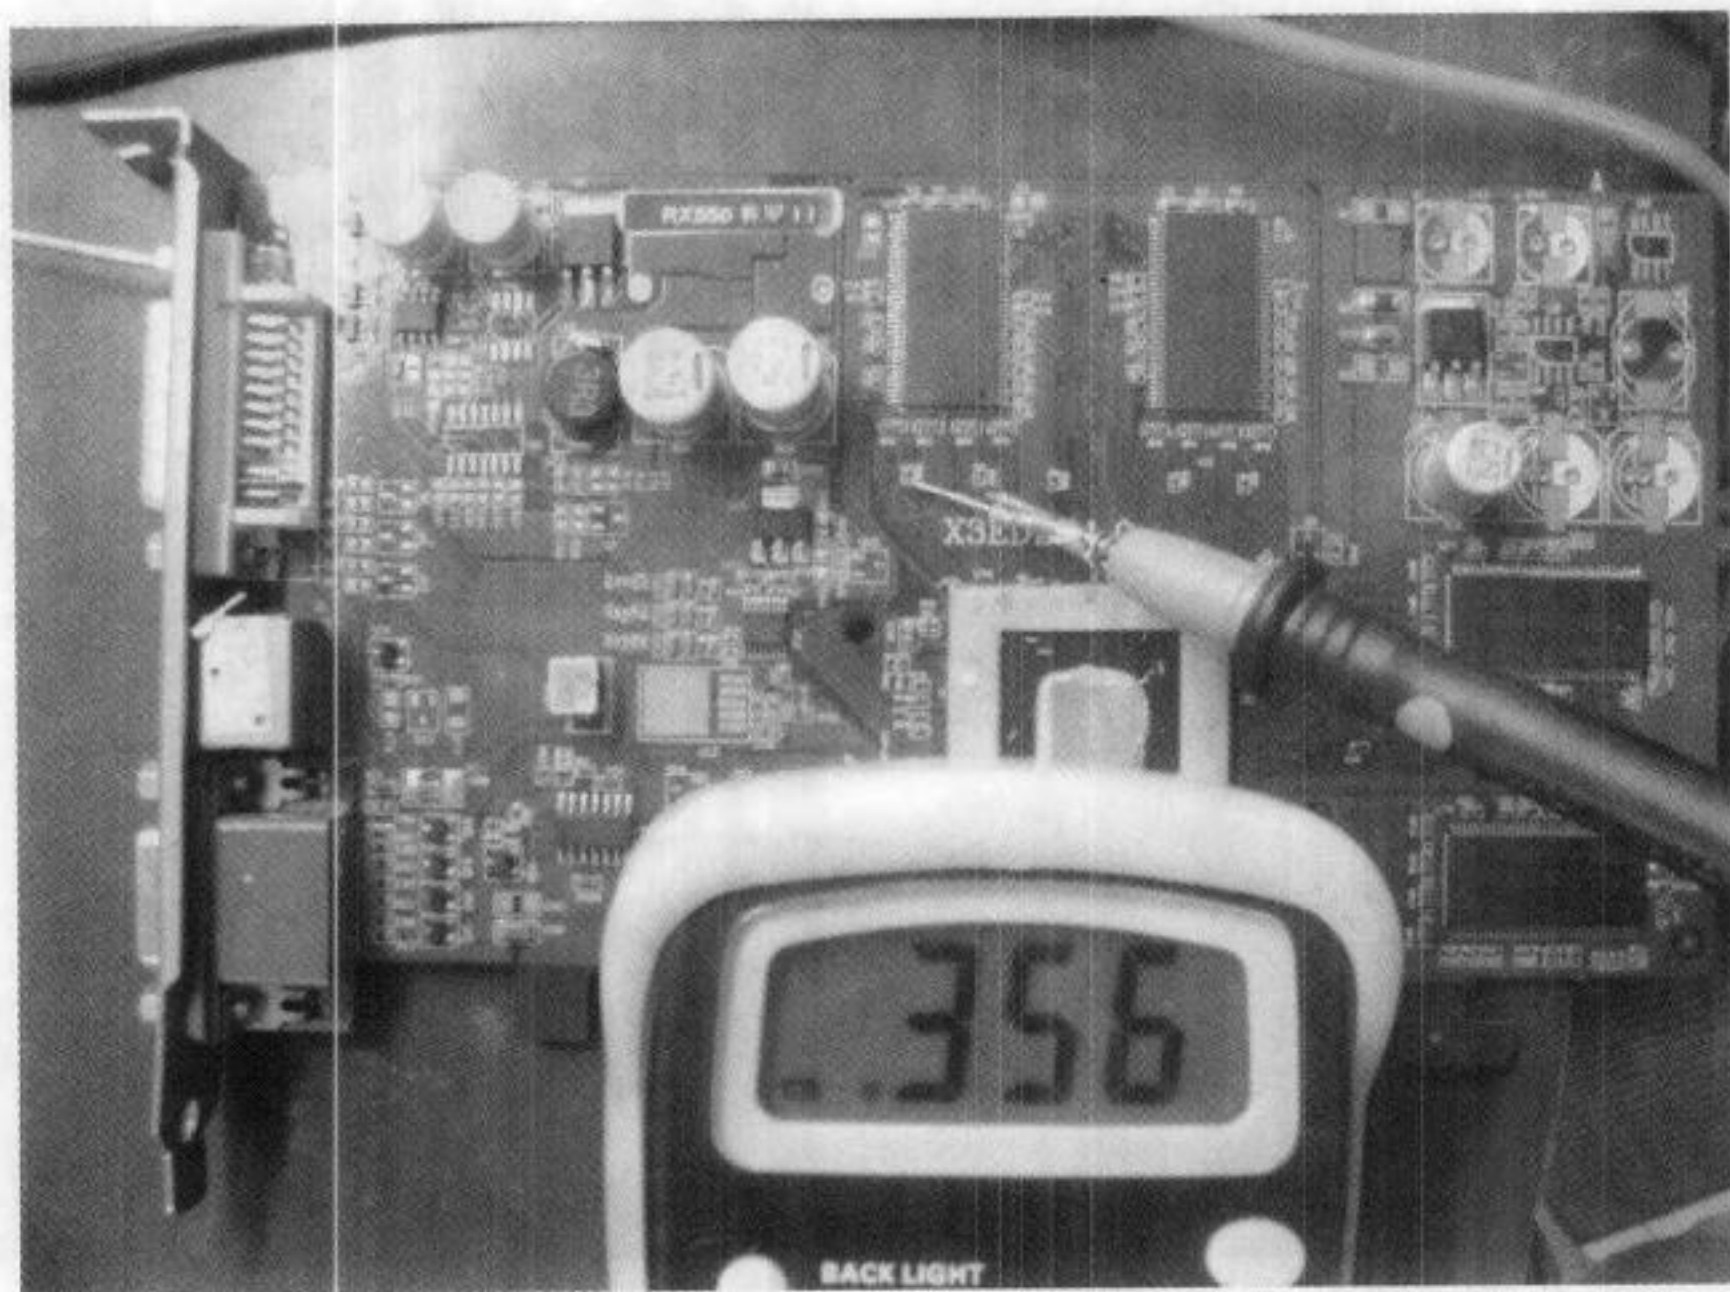

图 5-92 一端值 356
(9) 有一个不正常，接着打电阻的靠近 GPU 一端，左边值为 356，如图 5-92 所示。